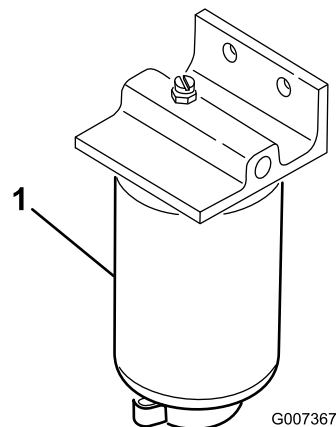

Figure 49
1. Placez un bac de vidange propre sous le filtre à carburant (Figure 49).
2. Nettoyez la surface autour des supports de la cartouche du filtre (Figure 49).